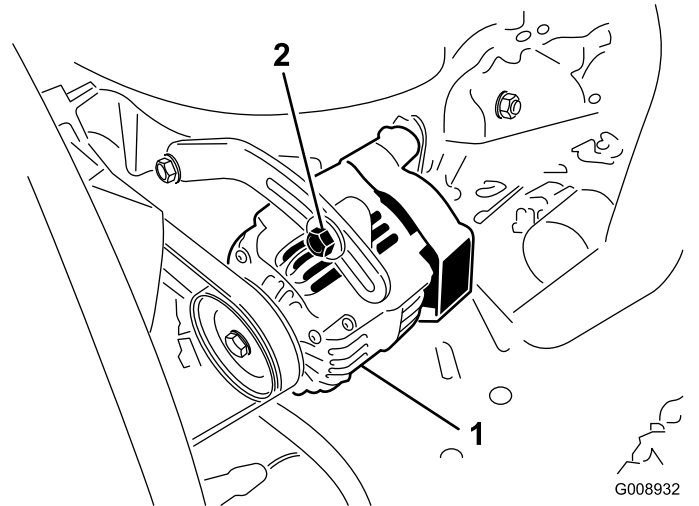

Figura 50
- Si la desviación no es de 10 mm, afloje los pernos de montaje del alternador (Figura 50).